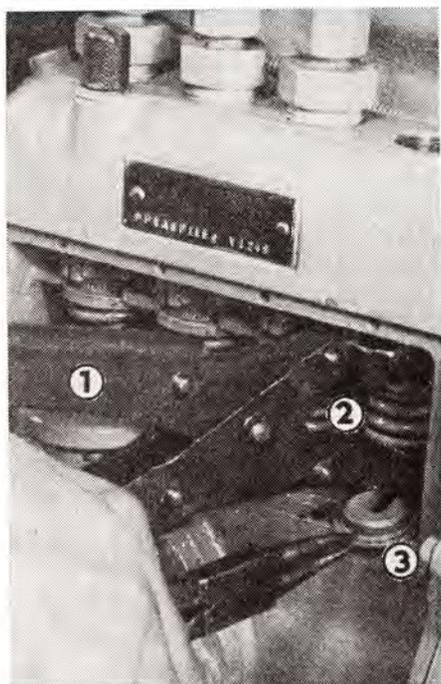

Abb. 18
3. Mit Hilfe einer Spezialzange (Abb. 18/1) wird die Kolbenfeder (Abb. 18/2) zusammengedrückt und die untere Federschale (Abb. 18/3) herausgenommen. Der Stößel muss sich in der unteren Lage befinden.